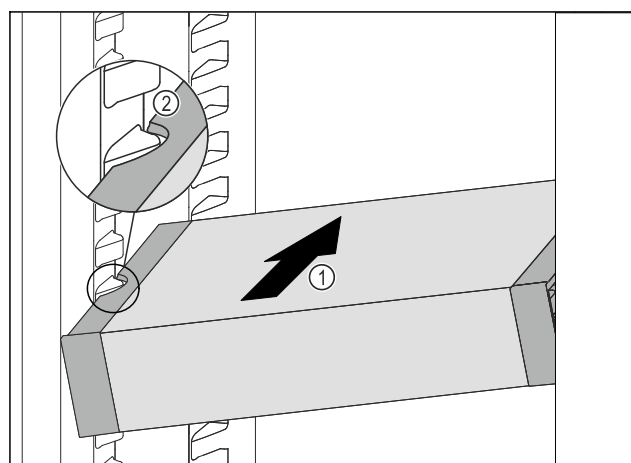

Fig. 114
- ▶ Lükake VarioSafe'i kaldu jahutusosasse Fig. 114 (1), kuni VarioSafe'i külgliseinad väljalõiked Fig. 114 (2) asuvad jahutusosas anumaribi kõrgusel.